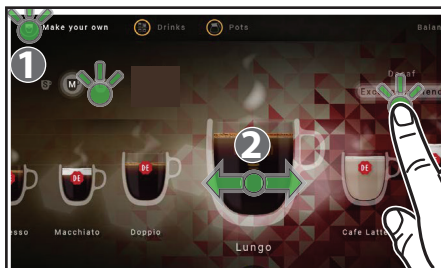

Рис. 4.5 - Выбор "Создание собственного напитка"
1. Коснуться иконки в верхней левой стороне "Создание собственного напитка" (1) на сенсорном экране, при нахождении машины в режиме выдачи (рис. 4.5).
- **ТРЕБУЕМЫЙ НАПИТОК** (2) - сместить выбранный напиток по центру экрана (рис. 4.5)
- **ОБЪЕМ НАПИТКА** - коснуться S(mall), M(edium), или L(arge) (рис. 4.5)
- **ИНГРЕДИЕНТЫ** - выбор смесей может использоваться в определенных конфигурациях машины с двумя кофейными смесями. (рис. 4.5)